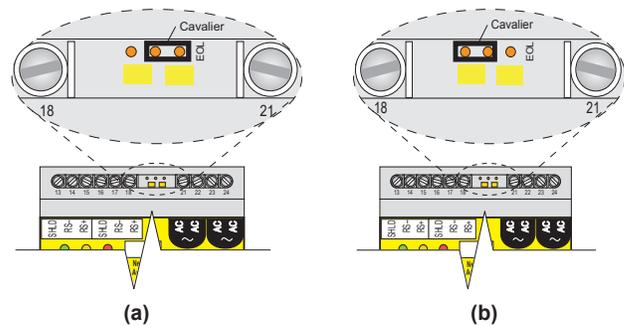

Figure 7. Position du cavalier bout de ligne (EOL) pour le dernier module TTSIM (a) et tous les autres TTSIM (b)
- Sur le dernier module TTA-SIM du circuit de réseau de communication, montez le cavalier sur les deux broches les plus proches de la marque EOL, comme indiqué en Figure 7(a).
- Sur tous les autres modules TTA-SIM ou TTSIM du réseau, montez le cavalier comme indiqué en Figure 7(b).
- Montez le cavalier en position opérationnelle, comme indiqué en Figure 7(b), ou enlevez-le complètement (le cavalier n'est pas requis pour l'opération normale).